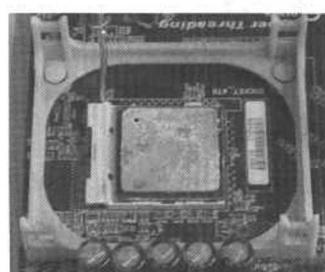

图 1-13 CPU 放入插槽后的效果
- ⑥ 把 CPU 的针脚缺口对准主板上的 CPU 插槽缺口，然后按垂直方向轻轻地往下压，但不能太用力。放入后的效果如图 1-13 所示。